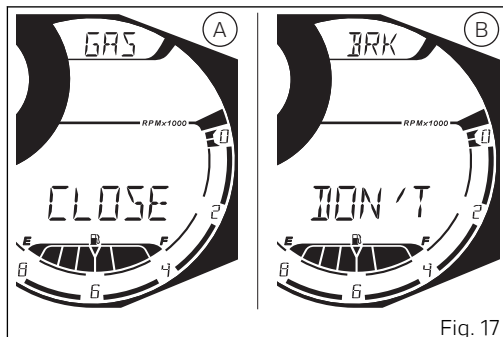

Fig. 17
- si la velocidad del vehículo es ≤ 5 Km/h (3 mph) y el mando acelerador está en posición "abierta", el salpicadero visualiza la indicación "CLOSE" y "GAS" (A, Fig. 17). Solo cuando se "cierra" el mando acelerador, el salpicadero confirma el estilo de conducción seleccionado y vuelve a visualizar la pantalla estándar.
el salpicadero visualiza la indicación "CLOSE" y "GAS" (A, Fig. 17). Solo cuando se "cierra" el mando acelerador, el salpicadero confirma el estilo de conducción seleccionado y vuelve a visualizar la pantalla estándar.
- si la velocidad del vehículo es > 5 Km/h (3 mph) y el mando acelerador está en posición "cerrada" pero se presionan los frenos, el salpicadero visualiza la indicación "DON'T" y "BRK" (B, Fig. 17). Solo cuando se sueltan los frenos, el salpicadero confirma el estilo de conducción
- si la velocidad del vehículo es > 5 Km/h (3 mph), el mando acelerador está en posición "abierta" y se presionan los frenos, el salpicadero visualiza las indicaciones "CLOSE GAS" (A, Fig. 17) y "DON'T BRK" (B, Fig. 17) de manera alterna. Solo cuando se "cierra" el mando acelerador y se sueltan los frenos, el salpicadero confirma el estilo de conducción seleccionado y vuelve a visualizar la pantalla estándar.
Si en los 5 segundos sucesivos a la indicación "CLOSE GAS" (A, Fig. 17) y/o "DON'T BRK" (B, Fig. 17) no se respetan las condiciones descritas anteriormente para validar el cambio del Riding Mode, el procedimiento de selección se cancela y el salpicadero vuelve a la visualización anterior a la selección del Riding Mode, sin modificar ninguna configuración.